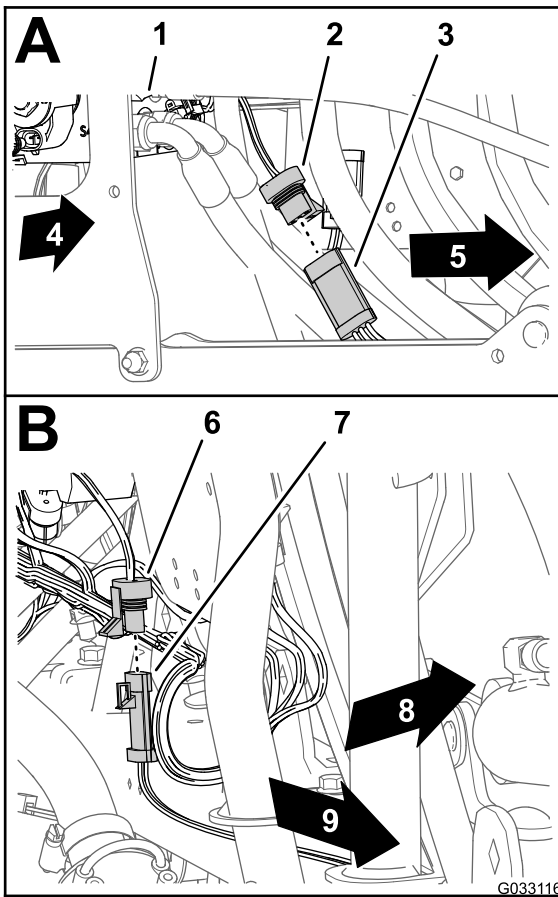

Figure 145
1. Branchez le connecteur à 3 douilles du faisceau de rampe sonore au connecteur à 3 broches du câble du capteur ultrasonique droit (A de la Figure 145).
2. Branchez le connecteur à 3 douilles du faisceau de rampe sonique au connecteur à 3 broches du câble du capteur ultrasonique gauche (B de la Figure 145).